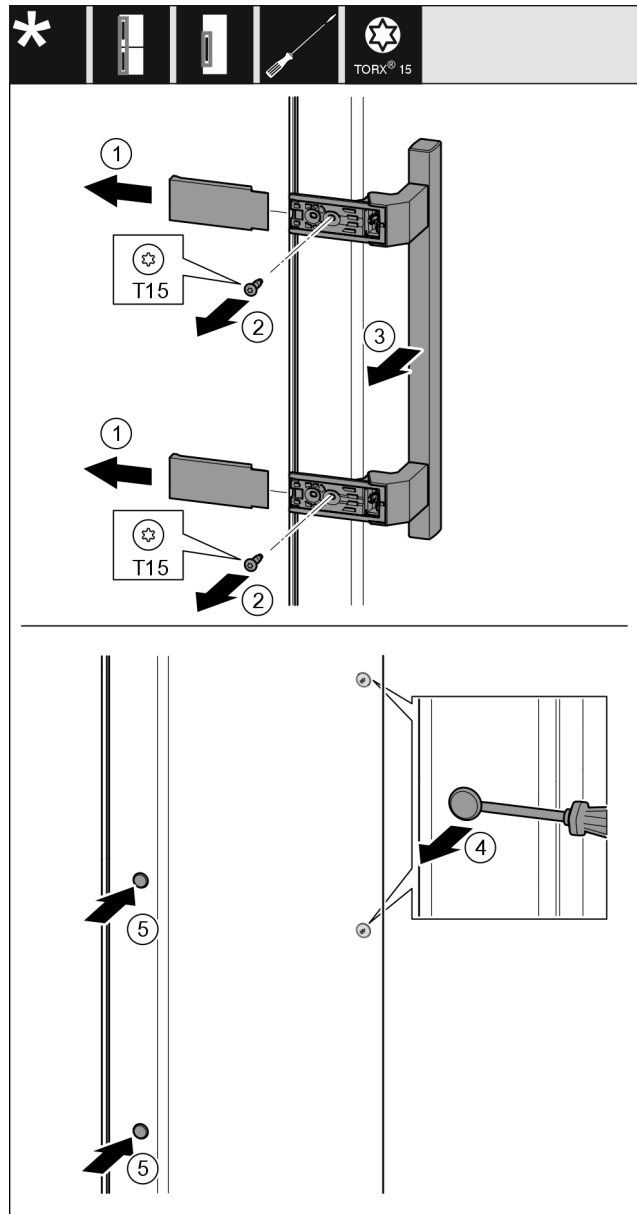

Fig. 19
- ▶ Снимите крышку Fig. 19 (1).
- ▶ Выкрутите винты Fig. 19 (2) отверткой.
- ▶ Снимите ручку Fig. 19 (3).
- ▶ Осторожно приподнимите шлицевой отверткой боковую заглушку Fig. 19 (4) и извлеките ее.
- ▶ Снова установите заглушку Fig. 19 (5) с другой стороны.